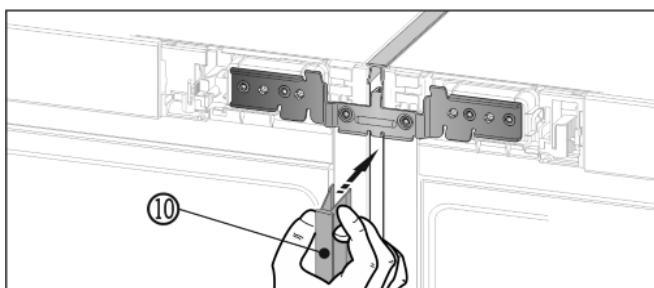

Fig. 14
- Na přední straně zatlačte dlouhou krycí lištu Fig. 14 (10) do svislé spáry. Dbejte na to, aby lišta stála na spojovacím plechu.